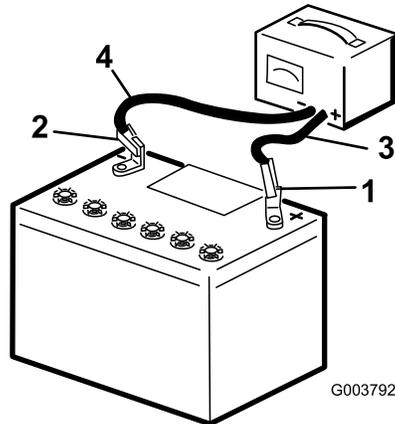

Figura 32
- Cargue la batería durante 10 a 15 minutos a 25–30 amperios, o durante 30 minutos a 4–6 amperios (Figura 32). No sobrecargue la batería.
- Cuando la batería esté completamente cargada, desconecte el cargador de la toma de electricidad, luego desconecte los cables del cargador de los bornes de la batería (Figura 32).